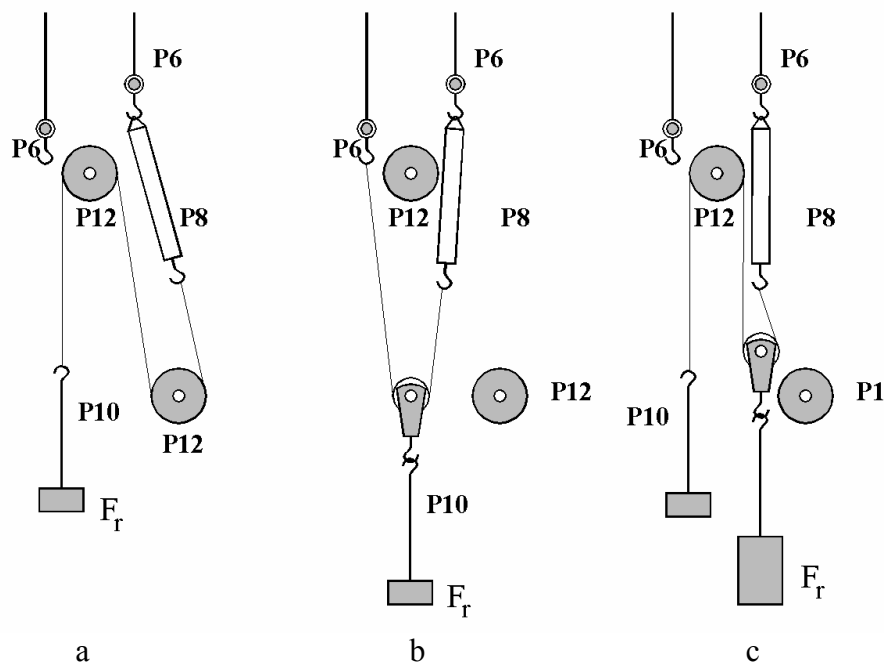

Figura 3. Modul de amplasare a componentelor pentru realizarea experimentelor 2, 3 și 4
4. Un montaj mai des întâlnit pentru scripetele mobil este prezentat în figura 3. Prin acest montaj se va obține același avantaj mecanic ca și prin metoda folosită în experimentul 4?